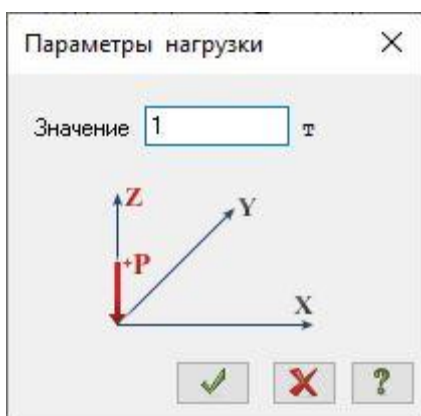

Рис.2.16. Диалоговое окно **Параметры нагрузки**
- В появившемся окне введите значение $P = 1$ т (рис.2.16).